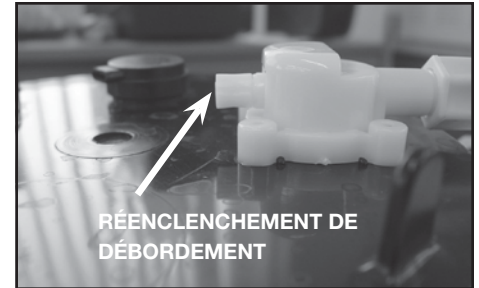

Fig. 21
7. Appuyez sur le bouton blanc de réenclenchement situé sur le couvercle du réservoir (voir la Fig. 21). Une petite quantité d'eau sortira du bouton de réenclenchement dépressurisant la conduite d'eau. Cette dépressurisation entraînera le relâchement du dispositif de flottaison B. La procédure de réenclenchement est maintenant terminée. Nettoyez l'eau, si présent, sur le couvercle du réservoir. Rebranchez le cordon l'alimentation.